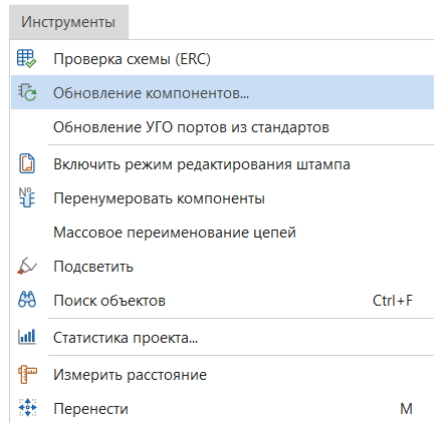

Рис. 94 Вызов функции группового обновления компонентов
1. Выберите пункт «Обновление компонентов...» в разделе «Инструменты», Рис. 94.